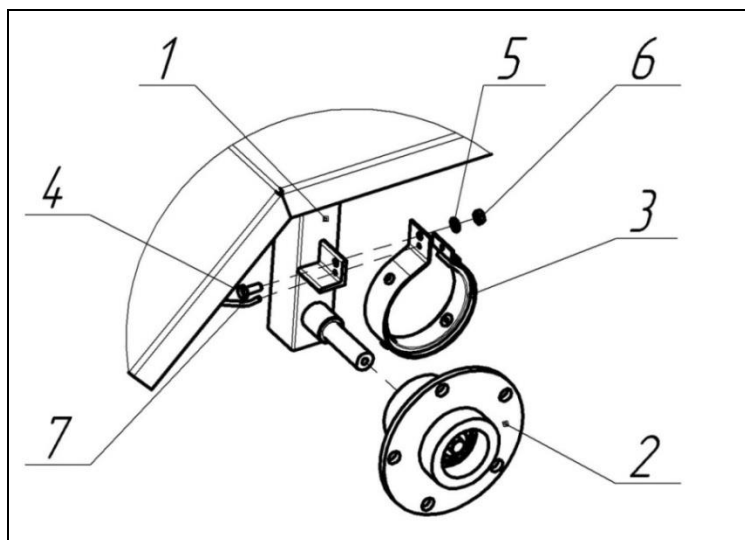

Рис. 3. Тормозная система
6. Оберните тормозную колодку (3) вокруг ступицы колеса (2) и загните концы колодки, как показано на рис. 3. Прикрутите тормозную колодку (3) к уголку на стойке колеса при помощи болта М6х16 (4), шайбы 6 (5), гайки М6 (6). Проденьте стальной трос (7) в отверстия на уголке (расположенное ниже) и колодке (в отверстия на обоих концах). Закрепите конец троса при помощи зажима троса (для большей надежности трос уложите петлей).
7. Проденьте стальной трос через скобу тормозной тяги (8). Оберните вторую тормозную колодку (3) вокруг ступицы колеса (2) и загните концы колодки согласно рис. 3. Прикрутите тормозную колодку (3) к уголку на стойке задней рамы (1) при помощи болта М6х16 (4), шайбы 6 (5), гайки М6 (6). Проденьте стальной трос (7) в отверстия на уголке (расположенное ниже) и колодке (в отверстия на обоих концах). Закрепите, предварительно натянув трос так, чтобы при нажатии на тормозную педаль производилось торможение, конец троса при помощи зажима троса (для большей надежности трос уложите петлей).